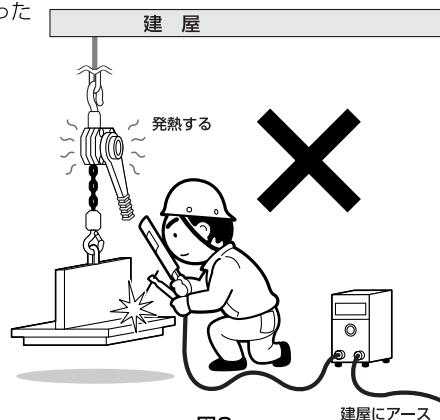

図9
- (21) 宙づりした荷を電気溶接しないでください。図9
- (22) ロードチェーンに溶接機のアースを接続しないでください。
- (23) ロードチェーンに溶接用電極を絶対に接触させないでください。
- (24) レバーホイストに溶接等による火花を付着させないでください。
- (25) 荷重の掛かっているときは、絶対に遊転操作をしないでください。
- (26) 本体に取り付けられた注意ラベルや銘板を外したり、不鮮明なまま使用しないでください。
- (27) 人間の手引き力以外での操作はしないでください。
- (28) 遊転操作時にロードチェーンを急激に引っ張らないでください。
- (29) 玉掛け用具はフックに正しく掛けてください。
- (30) 巻上げは、ロードチェーンまたは玉掛け用具が張ったところで一度停止してください。